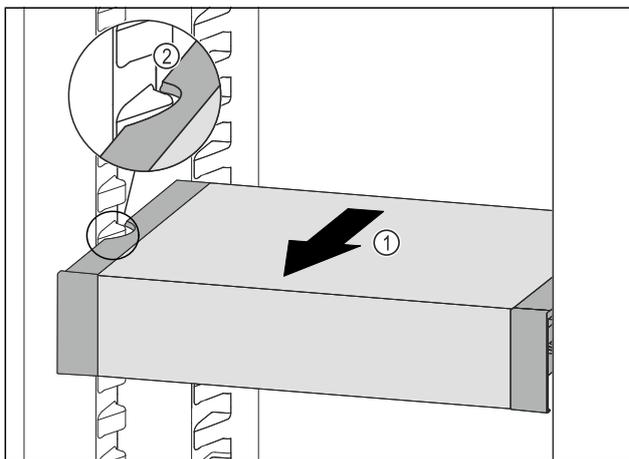

Fig. 123
- ▶ Tire del VarioSafe hacia delante Fig. 123 (1) hasta que los huecos laterales del VarioSafe se encuentren a la altura de la nervadura del recipiente en el compartimento del frigorífico. Fig. 123 (2)